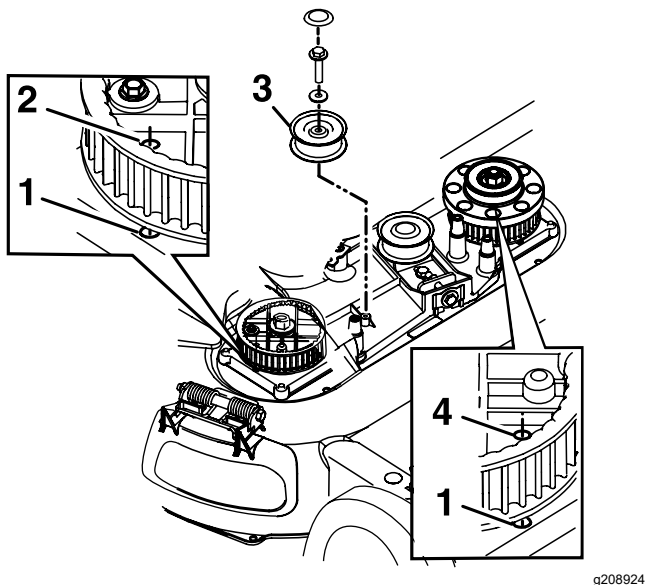

Figura 41
8. Retire a polia intermédia fixa e as ferragens (Figura 41).
10. Alinhe os orifícios nas rodas dentadas direita e esquerda com os furos na caixa como se mostra na Figura 41.